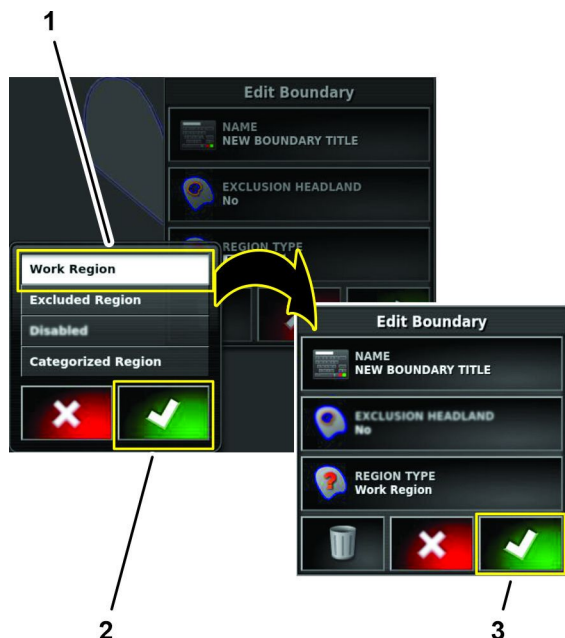

Figura 60
2. En el cuadro de diálogo Tipo de región, pulse el icono REGIÓN DE TRABAJO, y pulse el icono Confirmar (Figura 60).